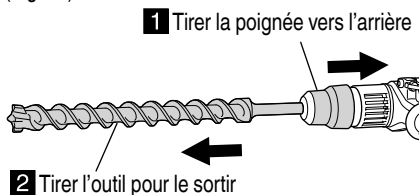

Fig. 16
- (3) Tirer sur l'outil pour s'assurer qu'il est bien verrouillé à fond.
- (4) Pour retirer l'outil, tirer complètement l'attache coulissante dans le sens de la flèche et sortir l'outil (Fig. 16).